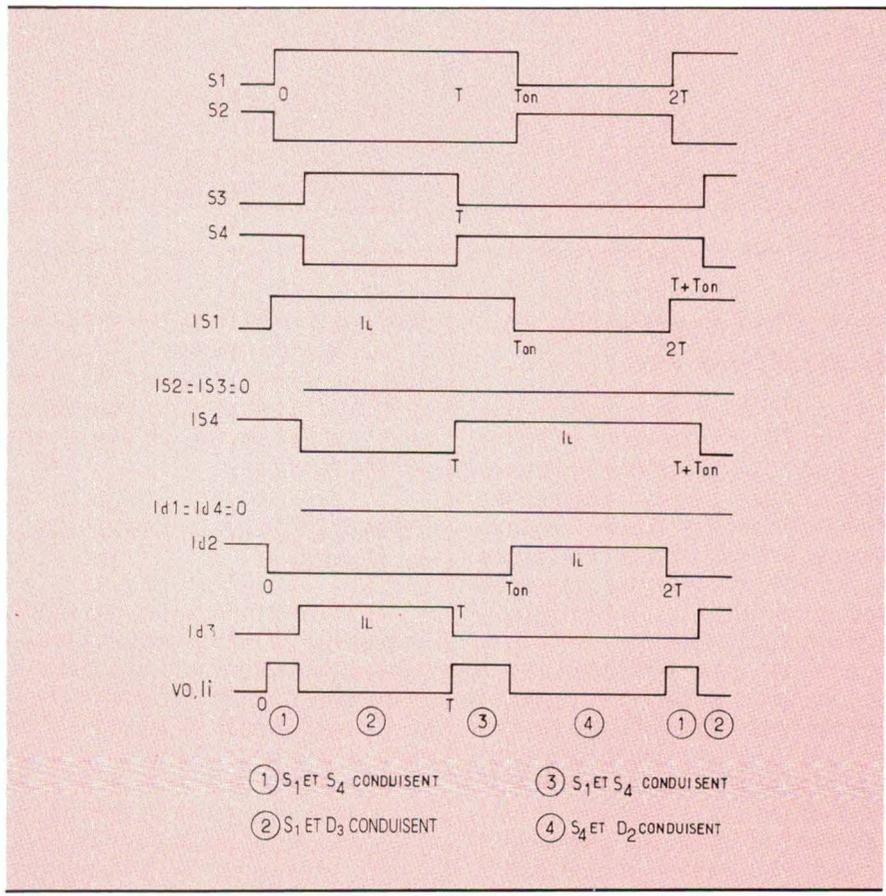

Fig. 7
La **stratégie unipolaire modifiée** (11) a un fonctionnement qui s'étend sur deux cycles comme cela est représenté à la figure 7. On remarque que S1 et S2 sont identiques en durée mais décalés d'une période ; de même S3 et S4. La mise en œuvre est plus lourde, le changement de rapport cyclique n'est pas convenable : un cycle correctement changé sur S1 et S2 ne peut l'être sur S3 et S4. Les problèmes aux limites sont multipliés par deux : aux voisinages du zéro et des positions extrêmes. Les avantages sont deux commutations par cycle, une ondulation faible aux voisinages du zéro et des positions extrêmes, les tensions positive et négative aux bornes de la charge sont directement accessibles et enfin, but essentiel de cette stratégie, les commandes sont constamment rafraîchies.